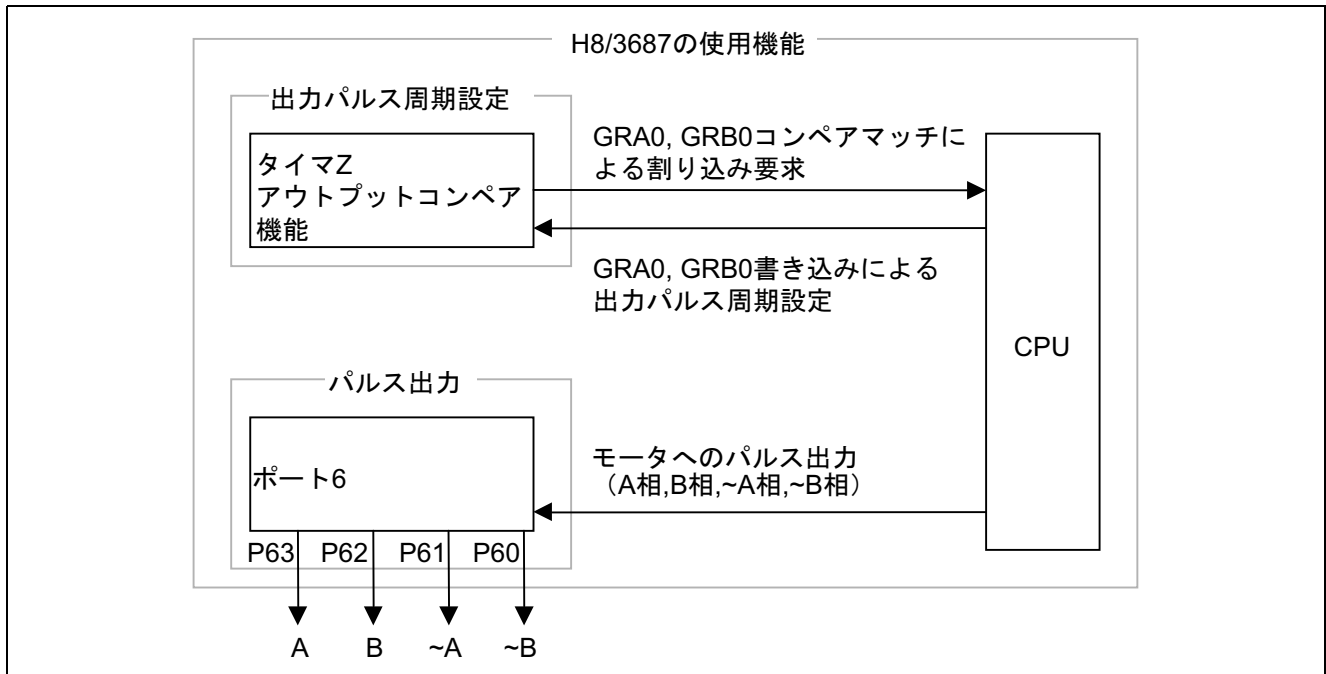

図2 H8/3687 の使用機能
2.2 ステッピングモータ制御における H8/3687 の使用機能について説明します。図 2 に本タスク例における使用機能のブロック図を示します。